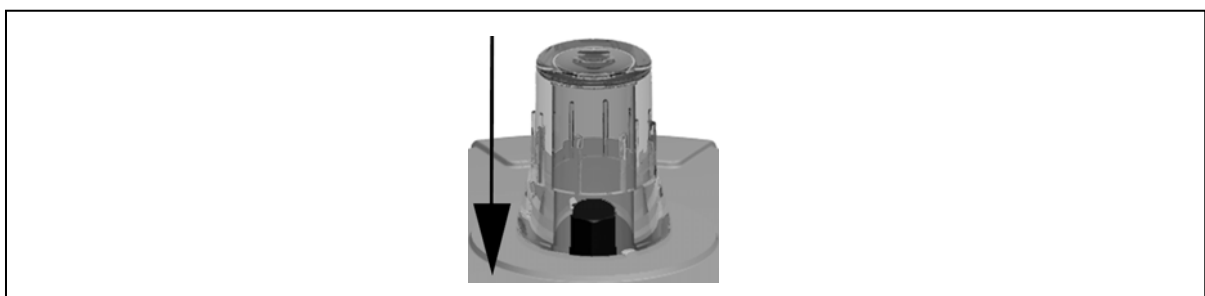

Abb. 22
- Antrieb in „Stellung ZU“ bringen, siehe Abb. 22